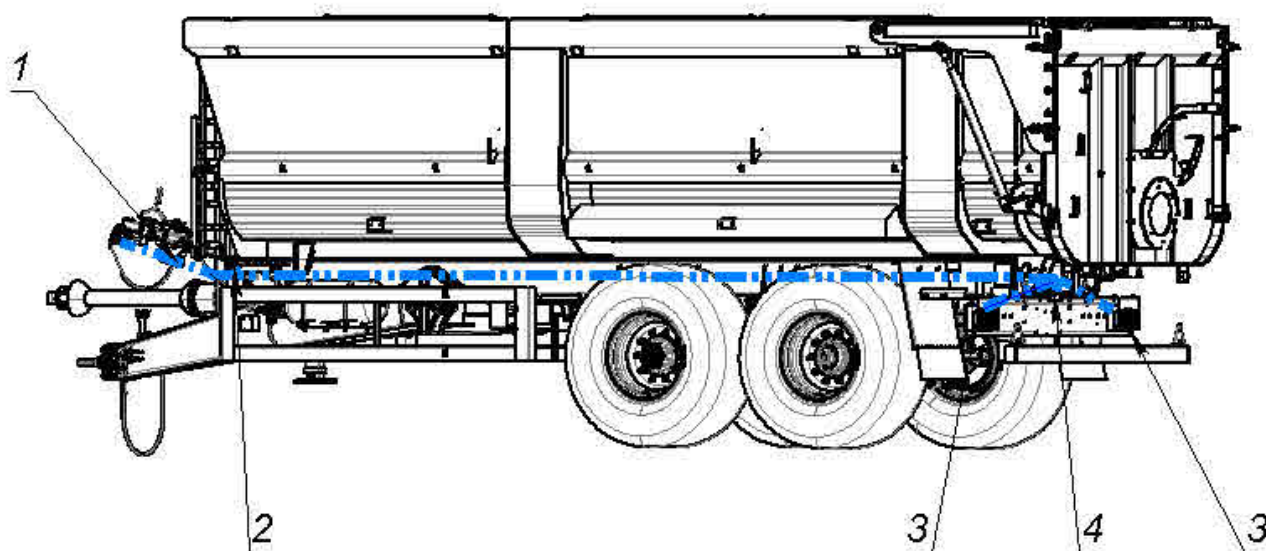

Рисунок 8 – Схема установки электрооборудования.
- установить электрооборудование и соединить с трактором (рисунок 8);